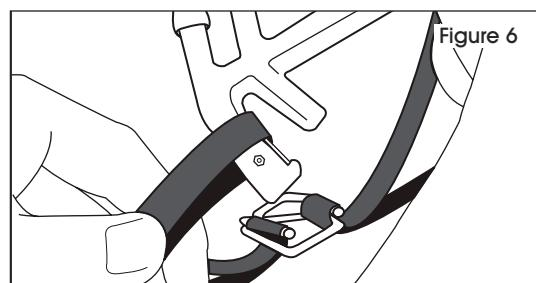

Figure 6
3. Utilisez la lame située sur le côté de l'outil pour couper le feuillard excédentaire. (Voir Figure 6)